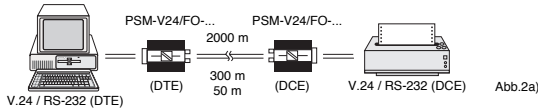

Abb. 2a
• **Überbrückung großer Distanzen** zwischen zwei V.24-Schnittstellen bis 2000 m bei Glasfaser (300 m bei HCS-Faser, 50 m bei der Polymerfaser) (Abb. 2a).